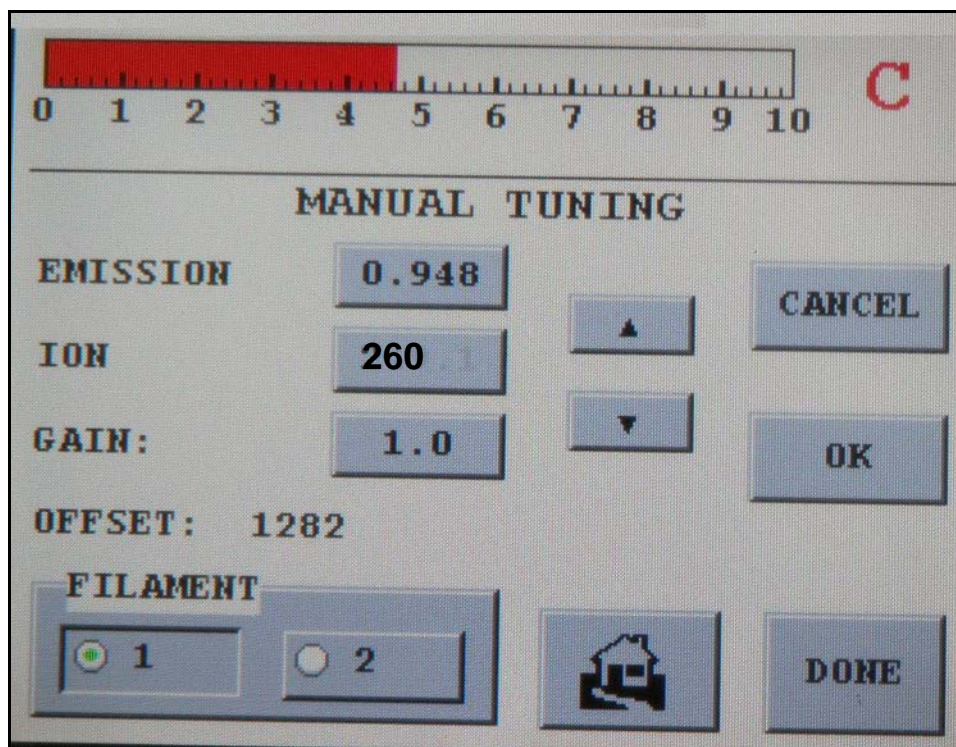

图 2-17 手动调谐屏幕
1. 轻触“Set-Up”屏幕上的 **Manual Tuning**，出现“手动谱仪调谐”屏幕（图 2-17）。